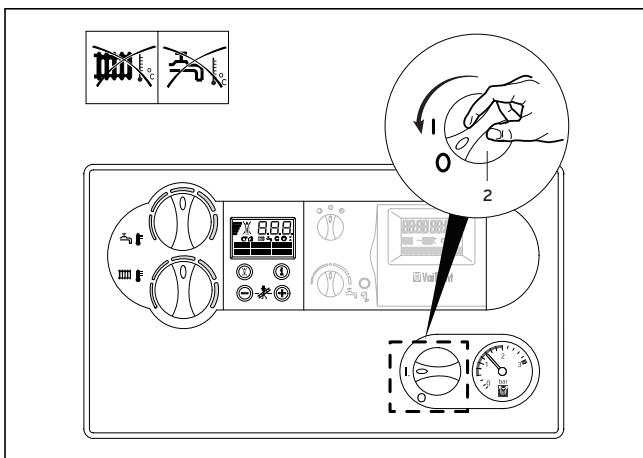

Fig. B.14: Fuldstændig udkobling
- Drej hertil hovedafbryderen (2) hen på stillingen „0“ (fig. B.14).
VVS-installatøren. Anvend ingen tilsætningsmidler til vandrensning, udover dem som Vaillant anbefaler. For at centralvarmeanlægget fungerer korrekt skal viseren på manometeret (1) stå i området mellem 1,0 og 2,0 bar for driftstrykket, når anlægget er kaldt (fig. B.14). Står viseren under 0,8 bar, så fyld tilsvarende vand på. Ved centralvarmeanlæg, der forsyner flere etager med varme, kan det være nødvendigt med et højere driftstryk på manometeret for vandstanden i anlægget. Spørg VVS-installatøren om dette. Sørg for, at Deres VVS-installatør viser Dem påfyldningsarmaturerne og forklarer vandpåfyldningen hhv. aftapningen af centralvarmeanlægget.